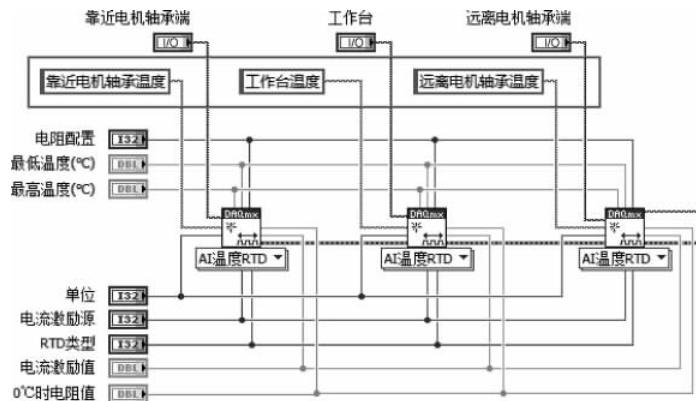

图 3-18 控件与接口对应连接图
④ 创建分配名称。在 3 个“AI-温度-RTD”函数的分配名输入口右击，依次创建常量“靠近电机轴承端”“工作台”和“远离电机轴承端”，如图 3-18 所示。